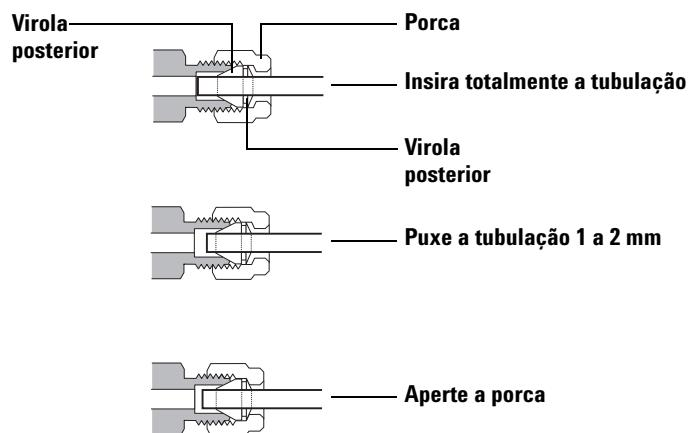

Figura 11 Inserir a tubulação
- Empurre a tubulação totalmente no plugue e depois puxe-a aproximadamente 1 a 2 mm (Figura 11).